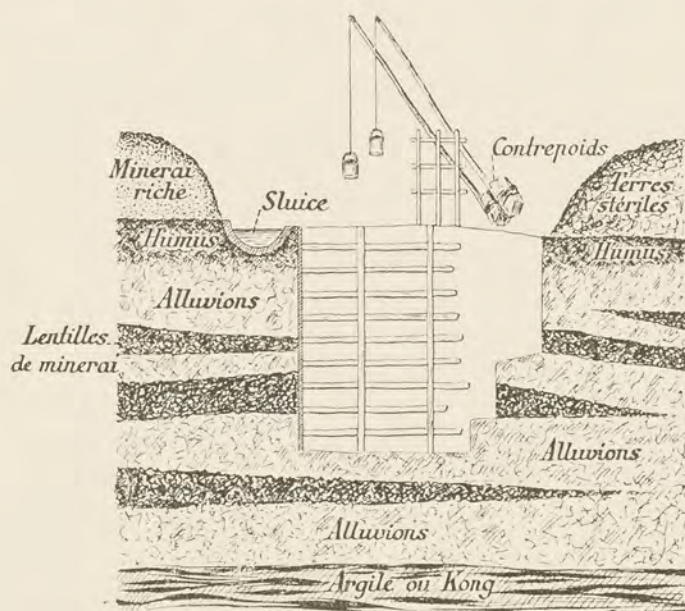

FIG. 278. — Coupe d'une fosse d'exploitation malaise du minerai d'étain dans le royaume de Perak (d'après de M. DE MORGAN).
L'ÉTAIN n'est pas un métal précieux et cependant il est relativement rare, d'autant plus qu'il est de plus en plus demandé sur le marché. Par sa valeur intrinsèque il vient du reste après l'or et l'argent. Il n'existe pas dans la nature à l'état natif. Son seul minéral est le bioxyde ou *cassitérite*, qui se cache souvent sous la forme d'un minéral noirâtre n'ayant pas la moindre apparence métallique. Pendant longtemps ce fut le pays de Cornouailles, en Angleterre, qui produisit la plus grande partie de l'étain ; aujourd'hui le vrai pays de l'étain est la presqu'île de Malacca et l'île de Banca. Ces mines, exploitées depuis des siècles, sont loin d'être épuisées. Le minéral se trouve surtout dans des granulites désignées sous le nom d'*elvan*, ou plutôt dans des alluvions que les indigènes lavent. Selon M. de Morgan (1) les Malais taillent des fosses à pic dans des alluvions qu'ils maintiennent à l'aide d'écorces d'arbres et de pieux plantés verticalement. Ils exploitent par gradins sur l'une des faces et épuisent l'eau chaque matin à l'aide de seaux suspendus à de longs leviers chargés de contrepoids (fig. 278). Le lavage du minéral se fait au moyen de *sluices* creusés dans des troncs d'arbres. Pendant de nombreuses années les Chinois ont exploité ces mines malaises sans apporter aucun progrès, se refusant même à introduire la pelle, la pioche et la brouette dans leurs exploitations. Sur leur épaule ils ont un long bambou qui porte à ses deux extrémités, comme les deux plateaux d'une balance, deux paniers plats remplis du sable de la mine. Aujourd'hui toutes ces mines sont dirigées par des ingénieurs européens, qui ont fini par introduire les procédés mécaniques modernes ; mais ce ne fut pas facile. Ils ont eu beaucoup de peine surtout à monter des pompes d'épuisement. Les Chinois prétendaient que ces machines effrayaient le « génie de l'étain » ; aussi pour empêcher celles-ci de fonctionner, ils venaient la nuit enlever des boulons ou des bielles. Pour eux l'étain est quelque chose de vivant qui pousse dans les sables sous la protection d'un génie spécial auquel ils dressent de petits autels. Ce génie est fort susceptible : si l'on entre dans une mine les pieds chaussés ou si l'on y ouvre un parasol, il s'en va, emportant tout son étain, et les travailleurs lavent alors inutilement le sable stérile.
(1) DE MORGAN, *Annales des mines*, 1886.